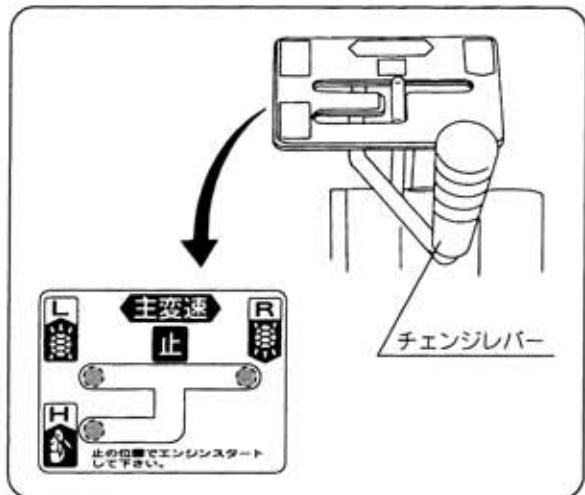

図19
- ① 低速の「前進後進」（低速）のエンジンの切換は主クラッチを切らなくても切換操作ができます。（図19）